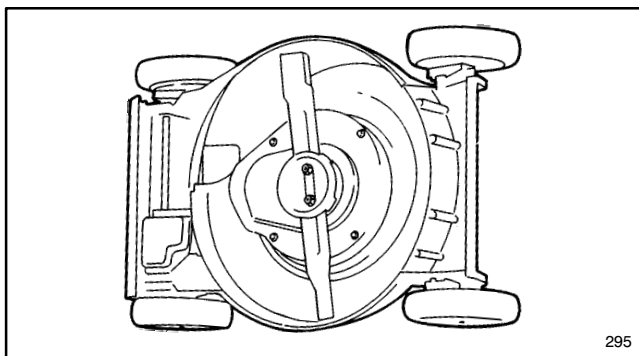

Abbildung 37
3. Den Mäher auf die linke Seite kippen (Abb. 37). Drehen des Mähmessers vermeiden, da das zu Startproblemen führen könnte.